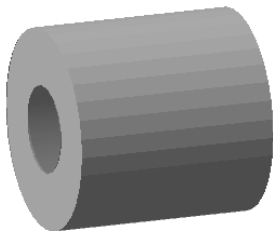

图 6-122 实体切削仿真 (7)
- 单击对话框中的 View from last result 按钮，然后单击 Forward replay 按钮，显示实体切削仿真 (7) 如图 6-122 所示。